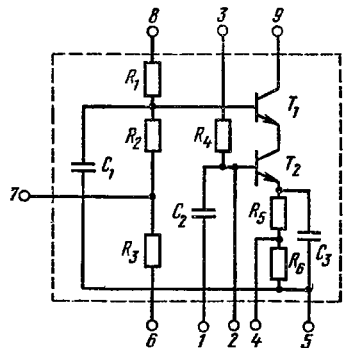

Рис. 3.14
1. Из справочных данных микросхемы К224УС1, принципиальная схема которой и типовое включение показаны на рис. 3.14 и 3.15, имеем  $E_{п1} = 5,4 \div 12,0$  В,  $E_{п2} = 3$  В,  $S = 25$  мА/В,  $R_{вх} \geq 150$  Ом,  $f_H = 0,15$  МГц,  $f_B = 110$  МГц.
4. Найдем нижнюю граничную частоту усилителя. Нижняя граничная частота каждой микросхемы определяется переходными и блокирующими емкостями внутри микросхемы (см. рис. 3.14). Для всего усилителя имеем  $f_H \approx f_{H1} \sqrt{N} = 0,15 \cdot \sqrt{5} = 335$  кГц.